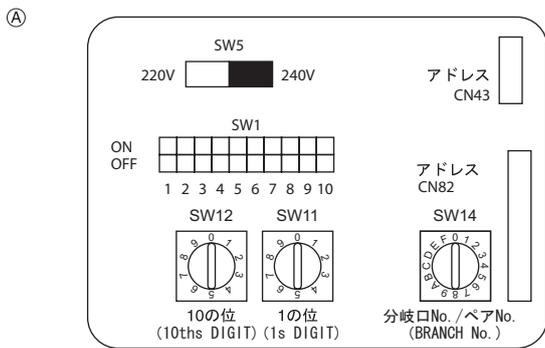

Fig. 5-5
5.5. Configuración de las direcciones (Fig. 5-5)